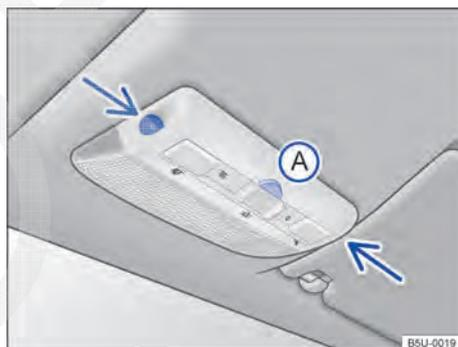
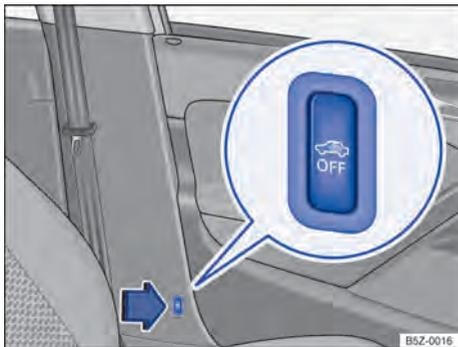

Fig. 49 No console do teto: sensores de monitoramento do interior do veículo e tecla **(A)** para desligar o monitoramento do interior do veículo. ▶
Fig. 50 Ao lado do banco do condutor: botão para desligar o monitoramento do interior do veículo.
O monitoramento do interior do veículo dispara o alarme com o veículo travado, se reconhecer movimentos no interior do veículo. O sensor e o receptor estão localizados no conjunto da lanterna de leitura → Fig. 49 (setas).
- Pressionar a tecla → Fig. 49 (A) ou → Fig. 50 (B) por 2 segundos. No painel de instrumentos a luz de controle se acende.